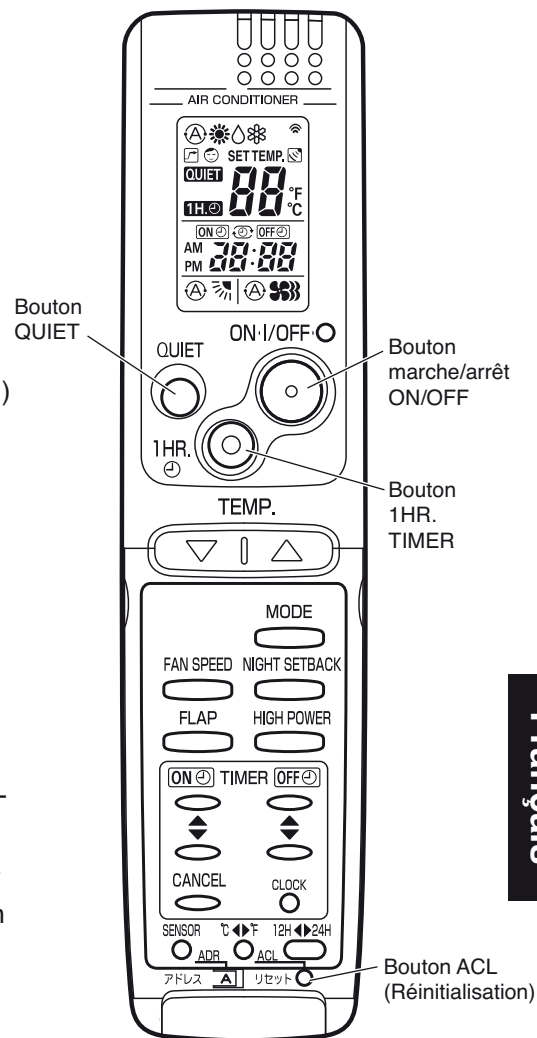

Fig. 59a
- (1) Régler la télécommande en mode MARCHE D'ESSAI. (Fig. 59a)
- (2) Lancer la marche d'essai en mode climatisation en appuyant sur le bouton de commande ON/OFF (marche/arrêt) de la télécommande. (Fig. 59a)
- (3) Appuyez de nouveau sur le bouton ON/OFF de la télécommande pour interrompre la marche d'essai. (Fig. 59a)
- (4) Finalement, appuyez sur le bouton ACL (Réinitialisation) de la télécommande pour sortir du mode Marche d'essai et revenir au mode normal. (Fig. 59a)